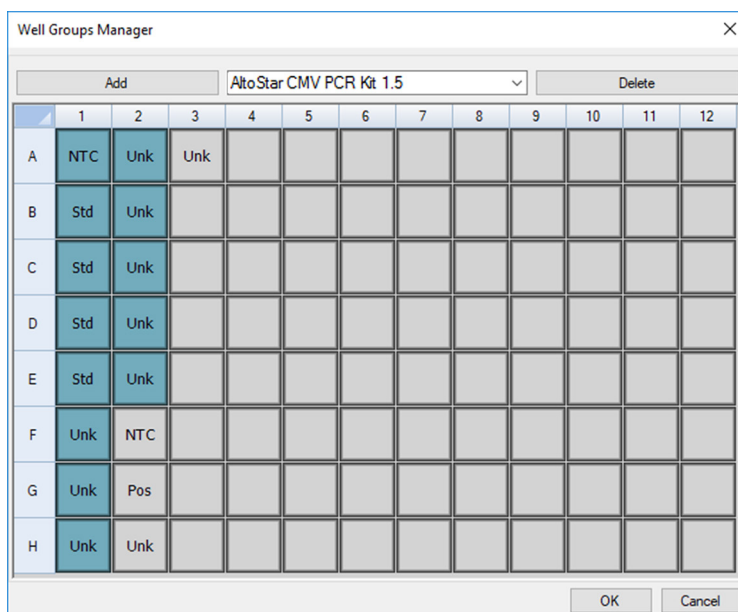

Figura 2: Caixa de diálogo Well Groups Manager (Gestor de Grupos de Poços)
- Na caixa de diálogo Plate Editor (Editor de Placas), clique em **Well Groups...** (Grupos de Poços...) na barra de ferramentas. É apresentada a caixa de diálogo Well Groups Manager (Gestor de Grupos de Poços) (consulte a figura 2).
- Selecione todos os poços na área da PCR plate (placa PCR) que pertencem ao primeiro ensaio (consulte a figura 2). Os poços que pertencem a um ensaio individual podem ser identificados na caixa de diálogo Plate Editor (Editor de Placas) através da entrada no campo **Biological Set** (Conjunto Biológico).